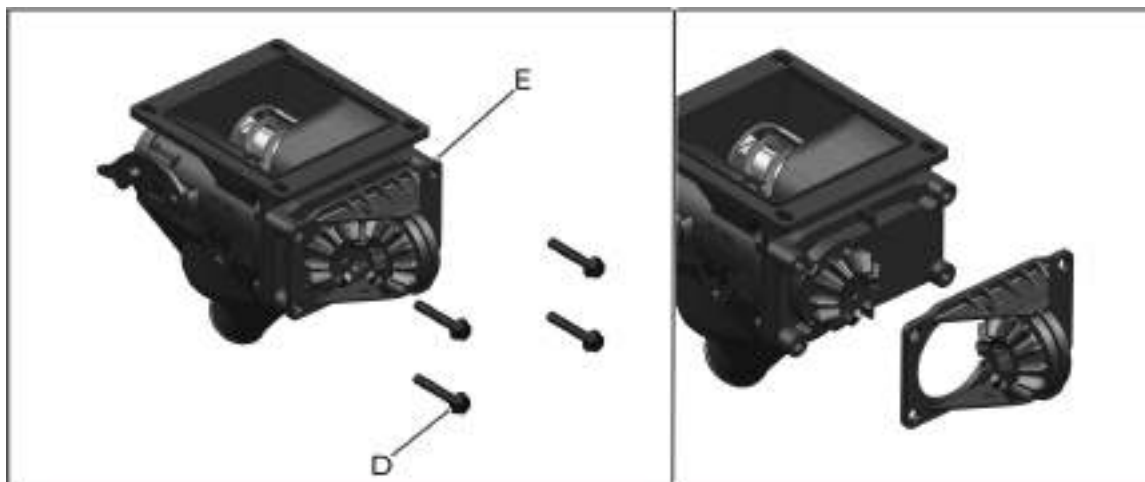

fig. 182
Para realizar a limpeza, manutenção ou substituição dos rolamentos e componentes da transmissão do mancal. Afrouxe os parafusos (D) de fixação e remova o mancal (E) (*fig. 182*).